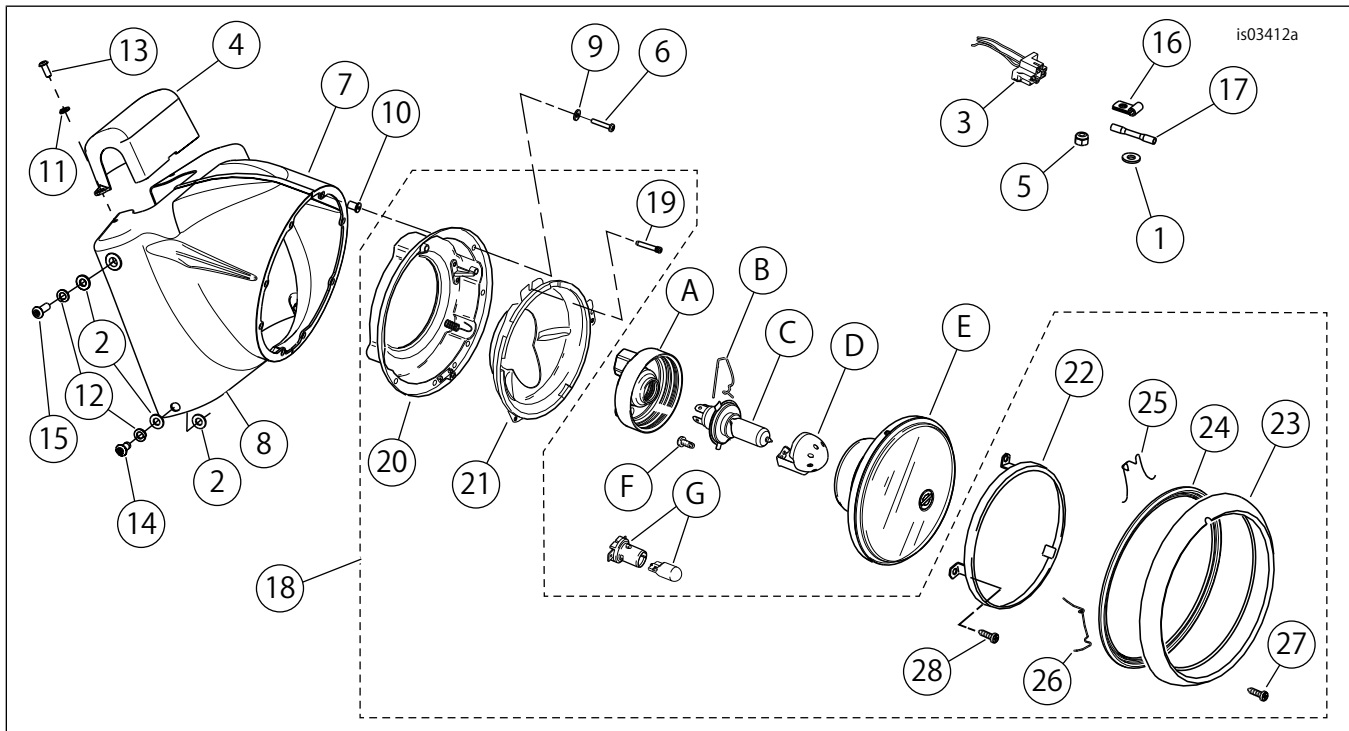

図10。交換用パーツ、フレイトトレインヘッドランプナセルキット
10. 「図10」を参照してください。ナセルの穴にウェルナット(10)を取り付けます。ナセル(7)の右側を取り付けます:
14. 「図10」を参照してください。キットのブレーキラインリテーニングクランプ(16)2個で、ブレーキラインを右側ナセルピースの裏側に固定します。元の16 mm (5/8 in) のキャップスクリュー、6.4 mm (1/4 in) 内径平ワッシャー(1)、およびロックナット(5)を使用して、リテーニングクランプを右側ナセルピースに取り付けてます(ワッシャーはナットの下に入れます)。
18. 「図10」を参照してください。ハンドルバーカバー(4)を所定の位置に取り付け、16 mm (5/8 in) のスクリュー(13)とロックワッシャー(11)で固定します。
4. 「図10」を参照してください。スクリュー(27)で、ヘッドランプトリムリングアッセンブリー(23~26)を取り付けてください。